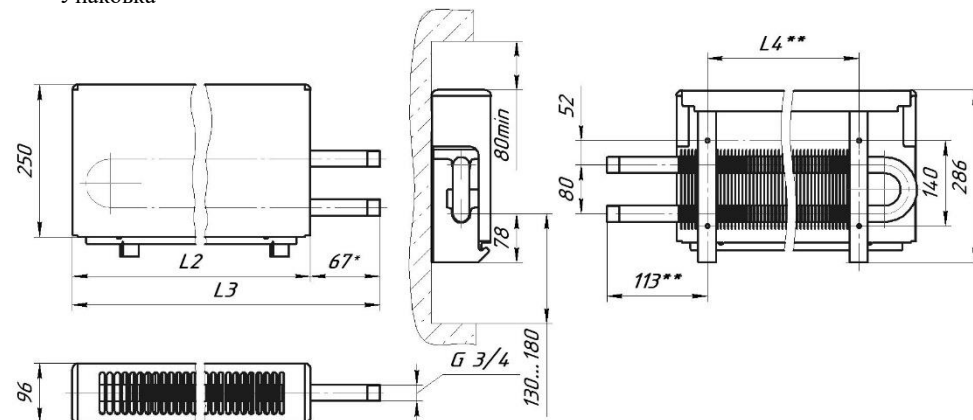

Рис. 1 – Конвектор ТЕPLA Classic Mini (K; HP 3/4).
- 1.3. Конвекторы выпускаются в концевом или проходном исполнении, с патрубками для подвода теплоносителя, расположенными с правой или левой стороны прибора, концы присоединительных патрубков гладкие (под сварку) или с раструбами с резьбой наружной G 3/4" (НР ¾), габаритные и присоединительные размеры указаны в рис. 1.